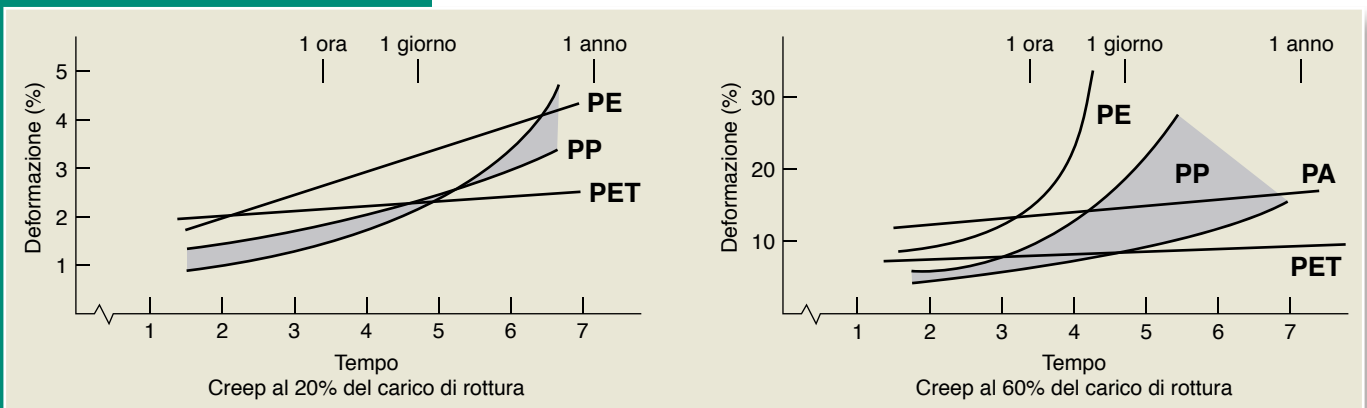

Fig. 2: deformazione a carico costante di alcuni polimeri (estratto da "Design with Geosynthetics" di Robert Koerner)
Nel mercato mondiale dei rinforzi sintetici vengono utilizzati diversi tipi di polimero fra i quali i più diffusi sono il polipropilene (PP), il polietilene ad alta densità (HDPE) e il poliestere (PET). Tra i tre polimeri, quello che offre le migliori caratteristiche di resistenza meccanica è indubbiamente il poliestere, seguito dal polipropilene e per ultimo dal polietilene. Tale aspetto, riconosciuto dalla Comunità Scientifica mondiale, può essere esemplificato nei due grafici di fig. 2, in cui si evidenzia il comportamento deformativo dei diversi materiali sottoposti a carico costante (creep) rispettivamente al 20% (a) ed al 60% (b) del carico di rottura. Dai grafici si può osservare ad esempio come il poliestere mantenga un comportamento lineare anche per percentuali di carico ben superiori al polietilene, mentre quest'ultimo per carichi del 60% subisce delle deformazioni molto marcate.